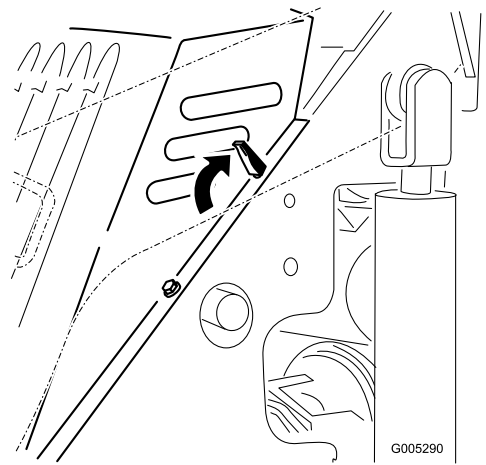

Bild 17
1. Bringen Sie die Motorhaube auf den Maschinenrahmen und achten Sie darauf, dass die Bolzen der Haube in die Löcher im Rahmen eingeführt werden (**Bild 17**).
2. Sichern Sie die Motorhaube, indem Sie die Verriegelungslaschen nach vorn und unten drücken (**Bild 17**).
4. Lösen Sie die 4 Verriegelungslaschen (**Bild 17**).